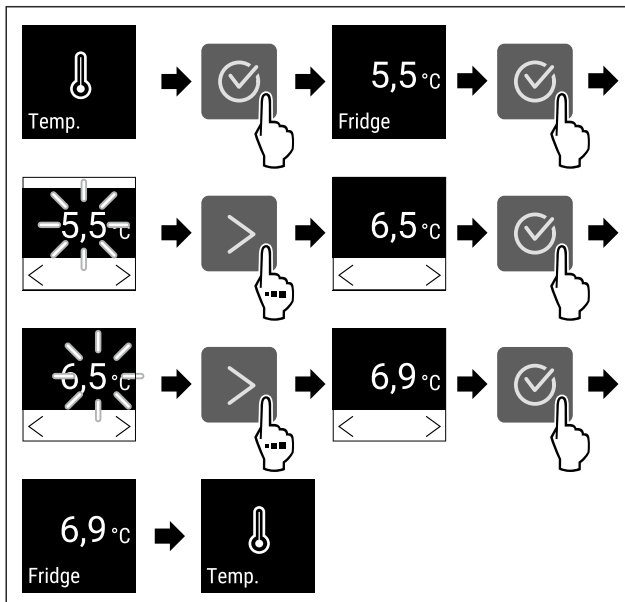

Fig. 69 Зміна температури від 5,5 °C до 6,9 °C
- ▶ Провести етапи операцій (див. Fig. 69).